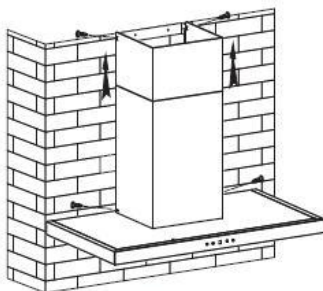

图6
7. 将上装饰罩的高度调整到下装饰罩挂钩的位置，用2颗ST4x8螺丝固定，然后用2颗ST4x8螺丝固定下装饰罩，详见图6。